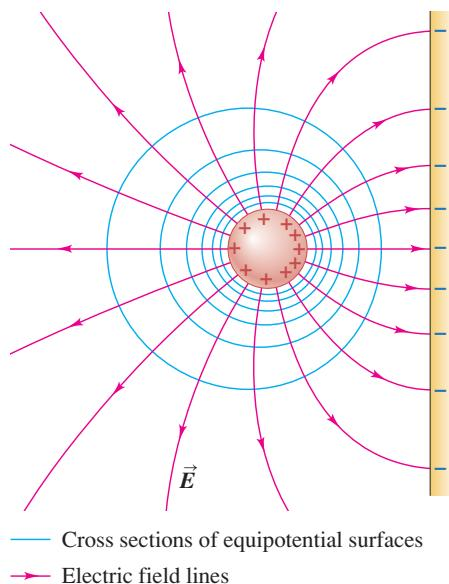

Figura 4.2: Linhas equipotencial e de campo elétrico entre uma carga pontual e uma placa. Figura retirada da Ref. [1].
e a sua distância em relação a próxima linha de campo é inversamente proporcional ao módulo do campo. Ou seja, quanto mais próximas forem as linhas, maior é o módulo do campo. Na figura 4.1, as linhas de campo são as curvas em rosa. Repare que para cargas pontuais as linhas são radiais, saindo da carga positiva e entrando na carga negativa. Isso é condizente com o fato de o campo ser sempre perpendicular às superfícies de um condutor. Repare por exemplo que na figura 4.2 as linhas de campo saem da carga positiva e entram perpendicularmente na placa.
No último item descrito acima, uma das ponteiras deve ficar em um dos condutores e a outra é usada para medir nas diferentes posições acima da folha de gráfico. Na figura 4.4(b) está uma fotografia de um circuito montado em nosso laboratório com a barra e o disco condutor. As linhas equipotenciais dessa configuração devem ser semelhantes ao da figura 4.2.
1. Mapas 1, 2 e 3: mapa das linhas equipotenciais para 3 configurações diferentes: um condutor circular (como na figura 4.1a), dois condutores circulares (como na figura 4.1b) e um condutor circular com uma placa (como na figura 4.2).